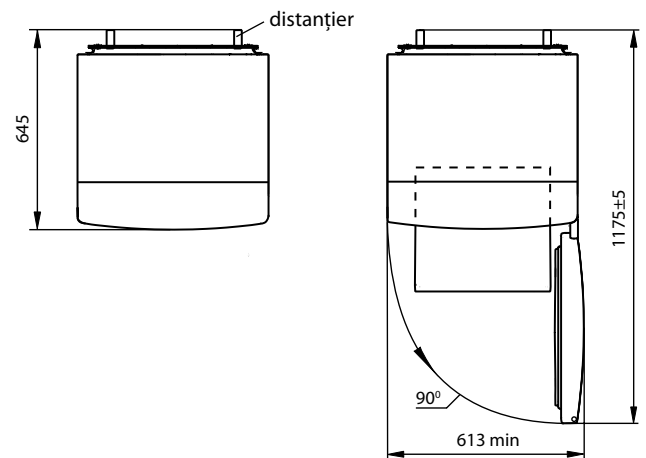

Figura 2 — Frigiderul (vedere de sus)
1.4 Spațiul total necesar pentru funcționarea frigiderului se determină de dimensiunile, indicate în milimetri în figura 2. Pentru extragerea liberă a pieselor de completare din frigider este necesar de deschis ușa la unghiul nu mai mic de 90°. Pentru a evita deteriorarea, ușile nu trebuie lăsate să se deschidă mai mult de 180°.